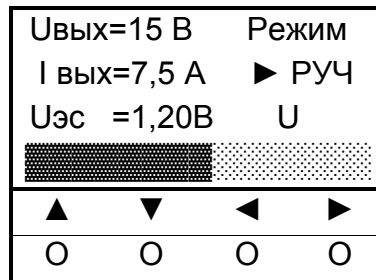

Рисунок 10
2. С помощью кнопок управления «◀», «▶» установить ползунок в среднее положение, проконтролировать значения параметров: $U=15\text{В}$, $I=7,4...7,6\text{А}$ (рисунок 10).